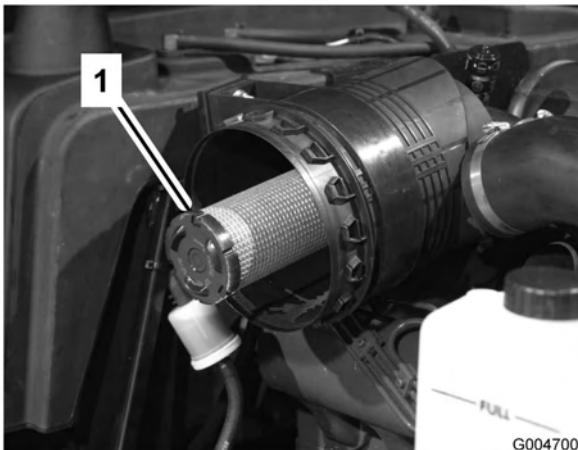

Bild 49
**Wichtig:** Versuchen Sie nie, den Sicherheitsfilter zu reinigen (Bild 49). Tauschen Sie den Sicherheitsfilter bei jeder dritten Wartung des Hauptfilters aus.